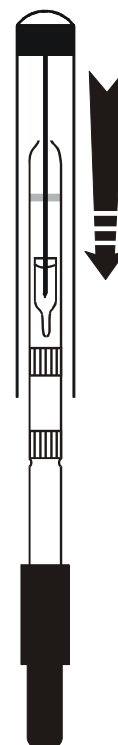

Abb. 1
- Die Ampulle mit Nadelöffner zerbrechen (dabei Röhrchen senkrecht halten, **Abb. 1**) und die Flüssigkeit vollständig in die weiße Schicht schütteln, so dass diese benetzt ist.